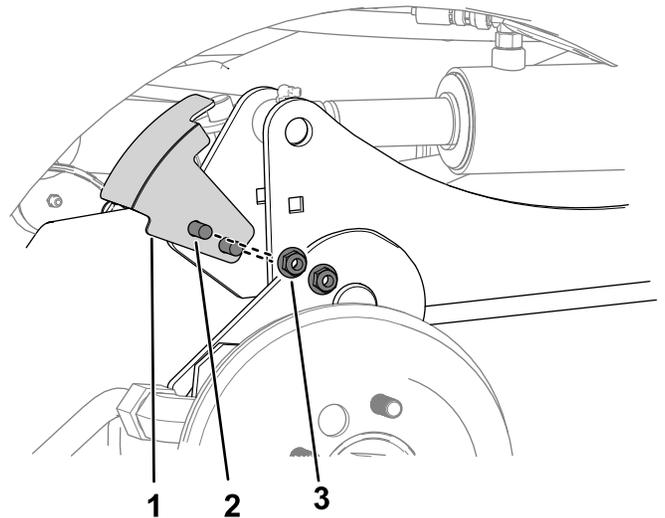

図 8
- キャリッジボルト2本とナット $\frac{3}{8}$ "2個を使用して、センサーブラケットを右昇降アームに固定する **図 8**。